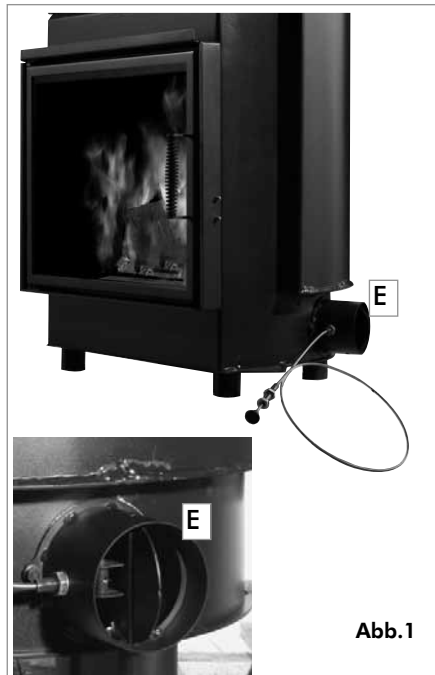

Abb.1
- Die am Außenlufteinlassstutzen angebrachte Klappensteuerung (siehe Abb. 1 auf Seite 70) regelt die für die Verbrennung erforderliche Frischluft. Eindrücken des Knopfes schließt die Frischluftklappe, Ziehen des Knopfes öffnet sie.